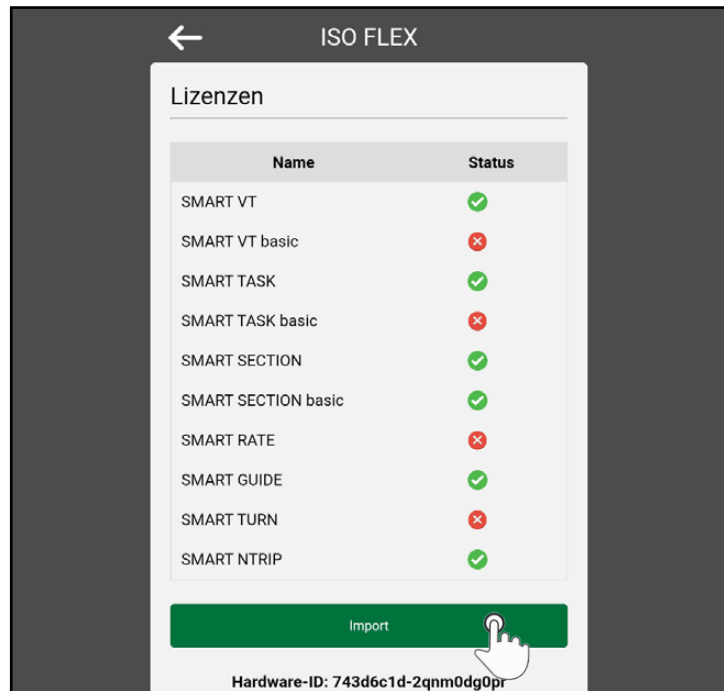

Abb. 162: Lizenzen-Menü
8. Im Untermenü „Lizenzen“ wird der Status aller verfügbaren SMART COMMAND-Lizenzen angezeigt (siehe Abb. 162).
Tippen Sie auf die Import-Taste im Lizenzen-Menü des ISO FLEX (siehe Abb. 162).